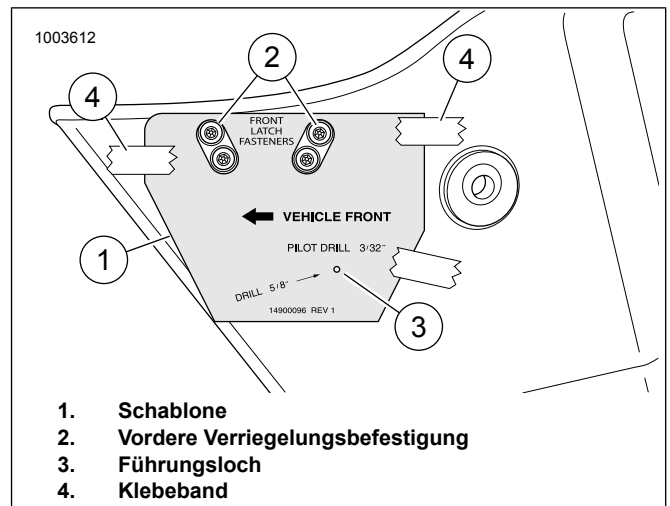

Abbildung 18. Schablone und Satteltasche
4. Siehe Abbildung 18. Die Schablone (1) auf die Außenseite der Satteltasche legen. Die ovalen Schablonenlöcher passen über die vordere Verriegelungsbefestigung (2). Die Schablone mit Klebeband (4) befestigen.
5. Ein Führungsloch (3) mit einem Durchmesser von 3,2 mm (1/8 in) vorbohren.